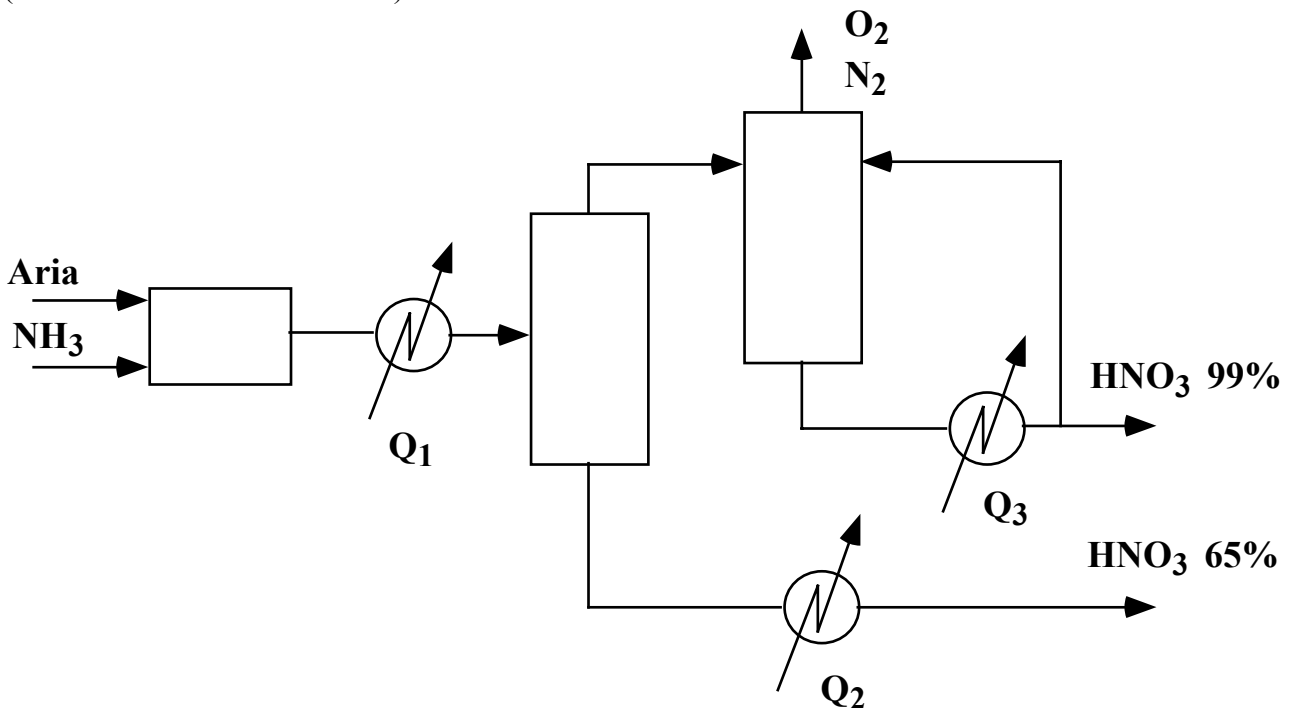

FIG. 5
12. L'impianto schematizzato in Fig. 5 produce acido nitrico per ossidazione dell'ammoniaca. Nel primo reattore ha luogo la reazione